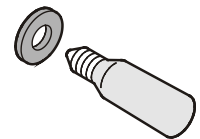

Figure 17
3. Retirer l'ampoule défectueuse. S'assurer que le joint (**Figure 17**) est placé sur la nouvelle ampoule avant de l'installer.